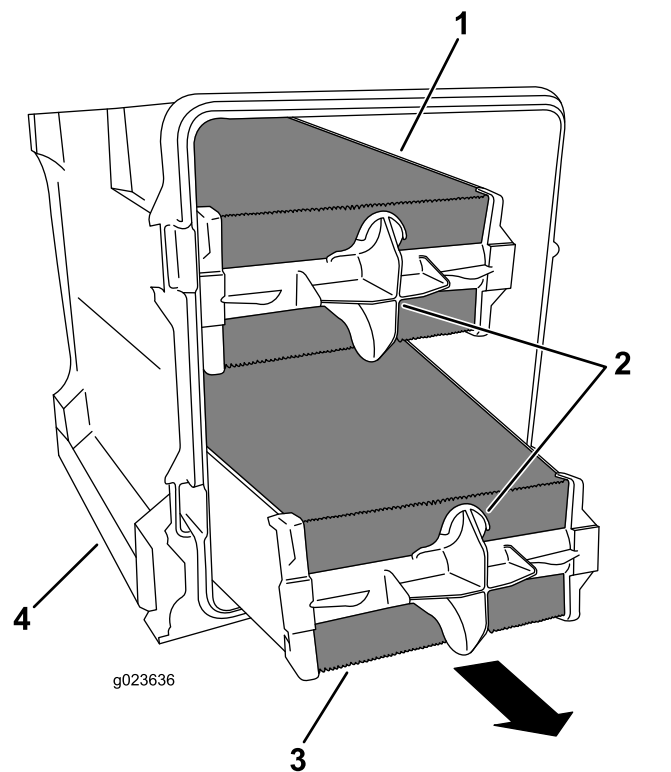

Рисунок 89
4. Используя ручки воздушного фильтра, снимите фильтр грубой очистки с крышки воздухоочистителя (Рисунок 89).